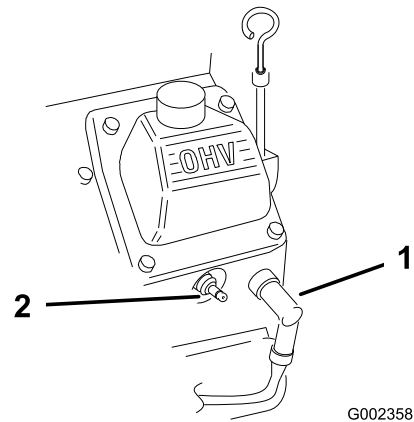

Figura 26
2. Desligue os cabos das velas de ignição (Figura 26).